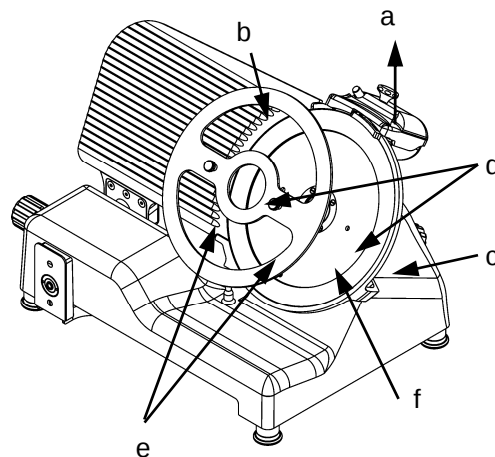

Abb.50
2. Die Schleifvorrichtung (Abb. 50 Detail a) abnehmen und mit dem graduiereten Drehgriff das Segel entsprechend öffnen, um die Maske (Abb.50 Detail b) auf das Schneideblatt setzen zu
3. die drei oder vier Schrauben (Abb. 50 Detail f), je nach Modell, die das Schneideblatt blockieren abschrauben;
5. Die Löcher (Abb. 50 Detail d) des Schneideblatts müssen mit den zwei Drehbolzen (Abb. 50) der Maske zusammenpassen, dazu das Schneideblatt solange drehen bis diese Position erreicht wird;